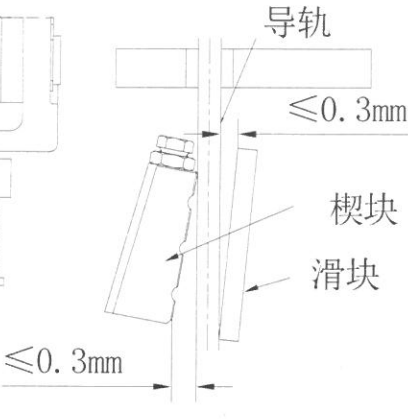

图 5
2.2.4. 安全钳楔块工作面与导轨贴合接触后，楔块两端与导轨侧面的间隙差不应超过 0.3mm(图 5)。